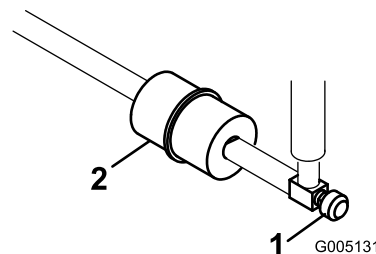

Figura 53
Nei tubi di alimentazione, tra il serbatoio del carburante ed il carburatore, è incorporato un filtro in linea (Figura 53). Sostituire il filtro ogni 800 ore o prima, qualora il flusso del carburante fosse ostacolato. Verificate che la freccia sul filtro sia diretta lontano dal serbatoio del carburante.
1. Chiudete la valvola di intercettazione del carburante, allentate la fascetta stringitubo dal lato carburatore e rimuovete il tubo di alimentazione dal filtro (Figura 53).
2. Collocate una bacinella di spurgo sotto il filtro, allentate la restate fascetta stringitubo e rimuovete il filtro (Figura 53).